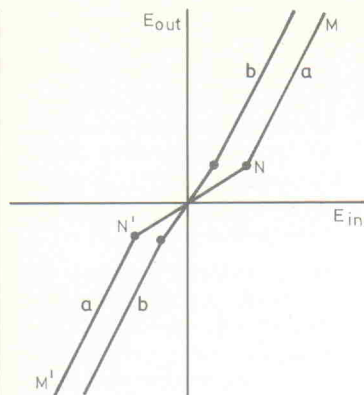

Bild 6. Übertragungskennlinie der Schaltung in Bild 5a mit (b) und ohne Rückkopplung (a).
Die Schaltung hat enormes Interesse bei anderen Entwicklungingenieuren gefunden, wie die große Anzahl an Zuschriften und Artikeln belegt. Die eingängigste Erklärung der Schaltungsfunktion wurde von Baxandal [6] veröffentlicht: Betrachtet werde die einfache Verstärkeranordnung entsprechend Bild 5a. Sie besteht aus einem linearen Verstärker A1 mit hoher Spannungsverstärkung, der ein Paar nicht vorgespannter Leistungstransistoren Tr1 und Tr2 ansteuert. Diese arbeiten auf die Last ZL. Ohne jede Rückkopplung hat die Eingangs-/Ausgangsübertragungskennlinie dieser Schaltung den in Bild 6 mit a gekennzeichneten Verlauf. Darin ist die Steigung zwischen M' und N' groß, weil Tr2 leitet, und wird dann zwischen N' und N sehr viel flacher, da nur der Verstärker A1 über R3 zum Laststrom beiträgt. Die Steigung ist dann zwischen N und M wieder größer, weil Tr1 leitet.
Wird die Schaltung insgesamt mit R1 gegengekoppelt, dann vermindert sich der Knick in der Übertragungskurve besonders, wenn die Verstärkung von A1 sehr groß ist. Die Übertragungskennlinie besitzt dann den in Bild 6 mit b markierten Verlauf. Nichtsdestotrotz bleibt dieses Übertragungsverhalten noch unbefriedigend.
- Es werden gleiche Steigungen in den Abschnitten M'N' und NM entsprechend Bild 6 vorausgesetzt.